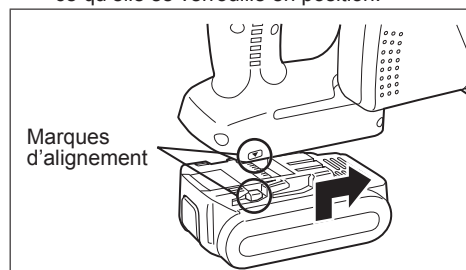

Fig. 2
1. Pour raccorder la batterie autonome (Voir la fig. 2)